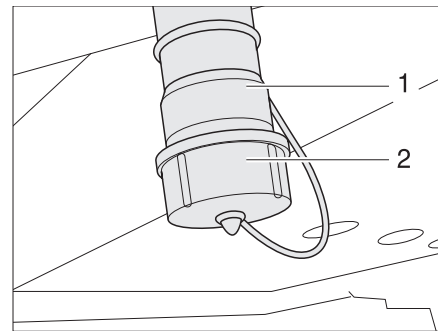

Bild 261 Abwasser-Ablaufstutzen
An den Abwasser-Ablaufstutzen (Bild 261,3) kann eine Schlauchleitung angeschlossen werden.
- Abdeckkappe (Bild 261,4) am Abwasser-Ablaufstutzen (Bild 261,3) durch eine viertel Drehung im Uhrzeigersinn entriegeln und abnehmen.